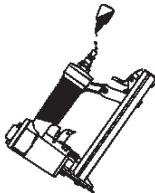

Fig. 3
- Tryk på låsen for at frigøre det bevægelige magasin, og træk magasinet helt ud, se fig. 3.